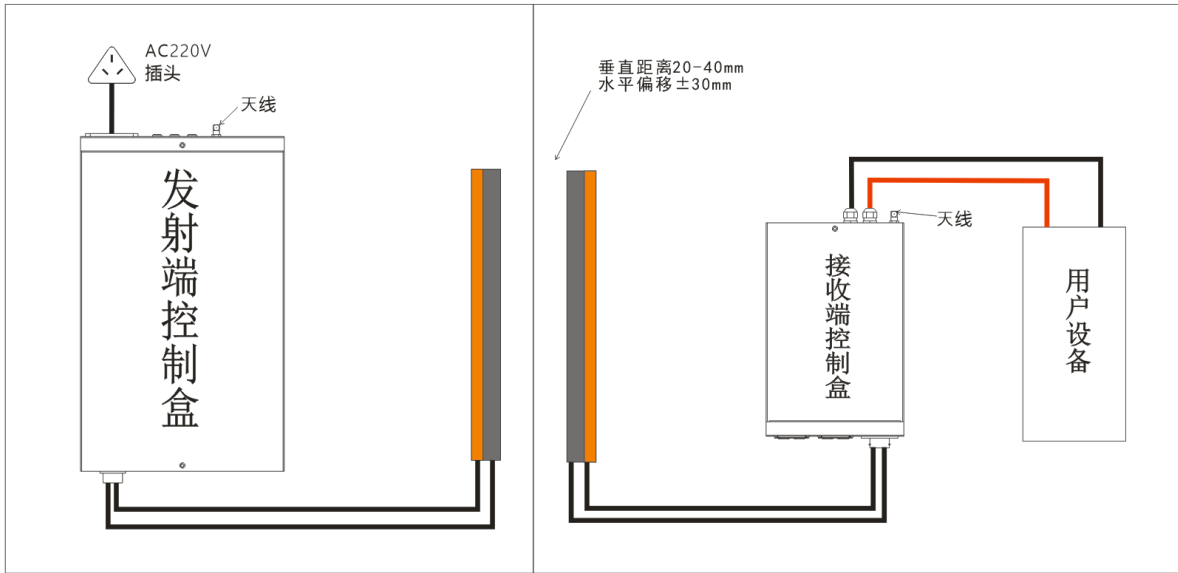

图 7.系统接线示意
- 3、接线方法如图 7 所示，发射线圈与接收线圈垂直接收范围为 30-50mm(不在接收范围内可能会无功率输出)，水平偏移尺寸为 $< 50\text{mm}$ 。接收端输出接用户设备红色线为正极，黑色线为负极；